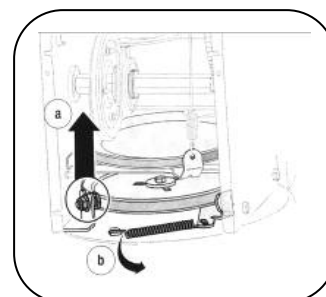

Рис.24
6. Освободите опорный кронштейн пружины от рамы. См. рис. 24.